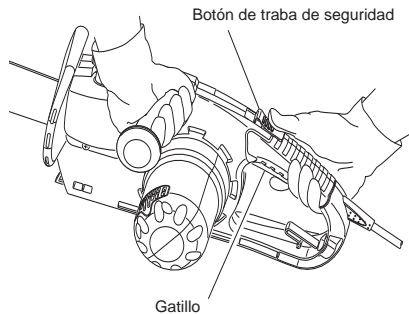

Figura 12 - Posición del gatillo y de la traba de seguridad
3. Utilice ambas manos para sujetar la sierra. Utilice siempre la mano izquierda para asir el mango anterior y la derecha para tomar la posterior. Sujétela con firmeza: los mangos de la sierra deben quedar bien tomados por sus dedos (vea la Figura 12).
5. Cuando esté dispuesto a realizar un corte, presione la traba de seguridad completamente hacia adelante con el pulgar derecho y apriete el gatillo (vea la Figura 12); la sierra se encenderá. Al soltar el gatillo, se apagará. Cerciérese de que la cadena está girando a su máxima velocidad antes de comenzar a cortar.